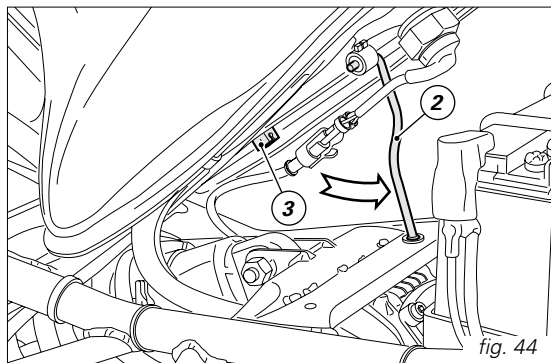

fig. 44
Levez le réservoir et décrochez la tige de service (2, fig. 44) de son arrêtoir (3).